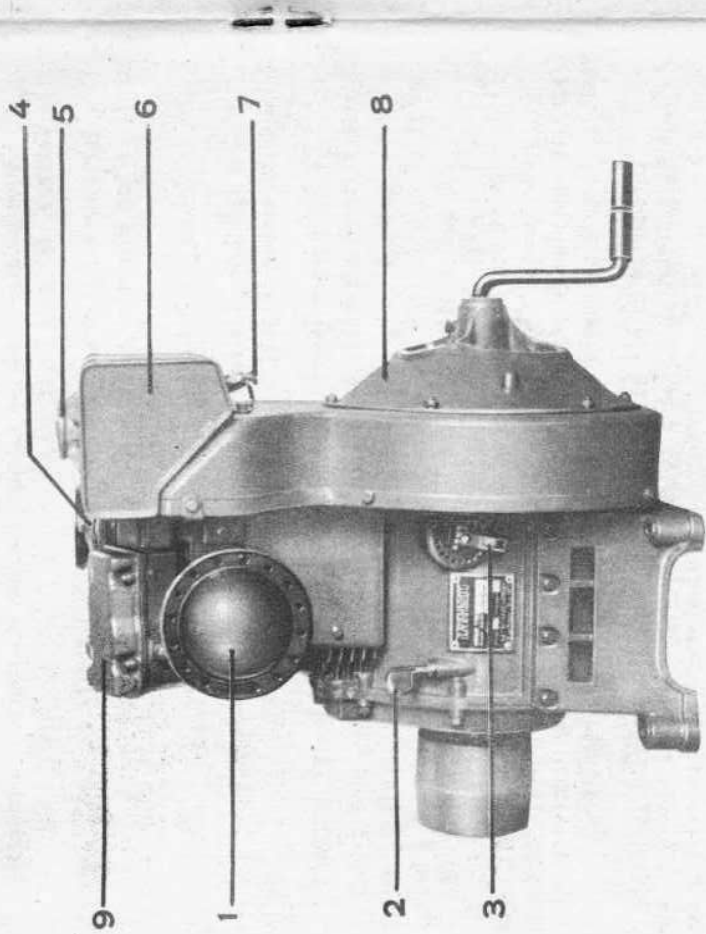
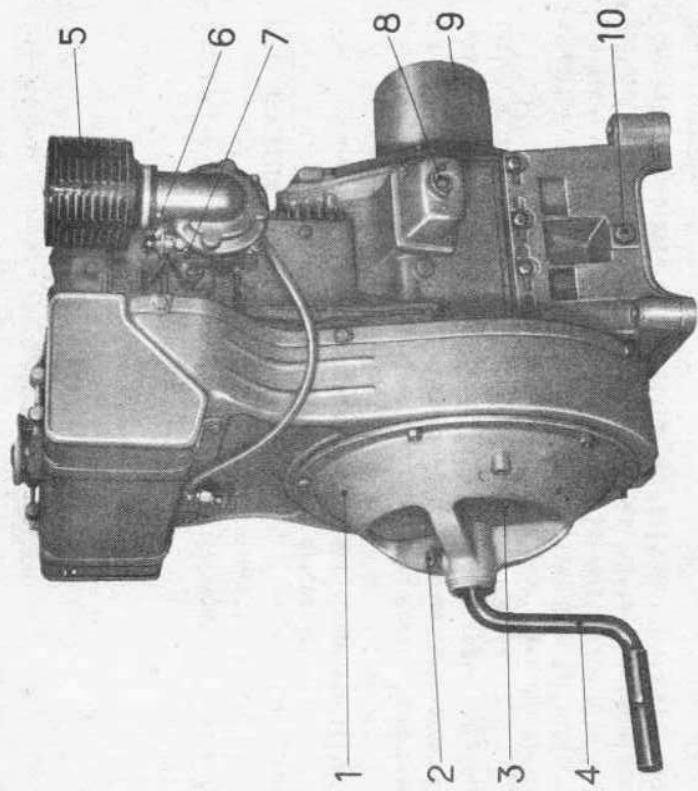

Fig. 1 - Vue de Gauche
Fig. 2 - Vue de droite
Sur les figures 1 et 2 sont indiqués les organes et accessoires qui constituent le moteur (voir pages 4 et 5).
- I - HUILE - Dévisser le bouchon de remplissage d'huile 4 (fig.1) qui se trouve à la partie supérieure du moteur, entre le réservoir à essence et les boîtiers de culbuteurs. Ajouter de l'huile jusqu'à ce que le niveau arrive à la limite supérieure du décrochement de l'extrémité de la jauge.
- II - ESSENCE - Retirer en le tournant d'un quart de tour le bouchon 5 (fig.1). Faire le plein du réservoir avec un entonnoir muni d'un filtre.
Ce filtre 5 (fig. 2) doit être nettoyé, en principe chaque semaine (plus souvent et même deux fois par jour sur le moteur travaillé dans un air chargé de poussière).
- 1°) Ouvrir le robinet d'essence (7) situé en bas et au milieu du réservoir (Fig.1).
- 3°) Lancer le moteur à la manivelle 4 (fig.2)
Sur le côté gauche du carter-cylindre (Fig.1) est placé le levier de changement de vitesse (3). Ce levier permet, suivant la position qu'il occupe, d'obtenir une vitesse comprise entre 1.200 et 2.000 t/m.
Avant de déplacer le levier 3 (fig.1) dégager le téton qui est solidaire du trou du secteur dans lequel il est engagé, amener le levier à la position voulu et introduire le téton dans le trou du secteur correspondant.
Pour déterminer le diamètre de la poulie (10) (Fig. 2) à monter sur le moteur, multiplier le diamètre de la poulie montée sur l'appareil commandé par la vitesse à laquelle cet appareil tourne et diviser le nombre ainsi obtenu par la vitesse du moteur.
Pousser le bouton d'arrêt 8 (Fig. 2) situé sur le couvercle du boîtier de rupteur.
- que l'essence arrive au carburateur. Fermer le robinet 7 (Fig.1) desserrer le raccord d'arrivée d'essence au carburateur 8(Fig.2).
- que le pot d'échappement 1 (Fig.1) n'est pas bouché, démonter et nettoyer